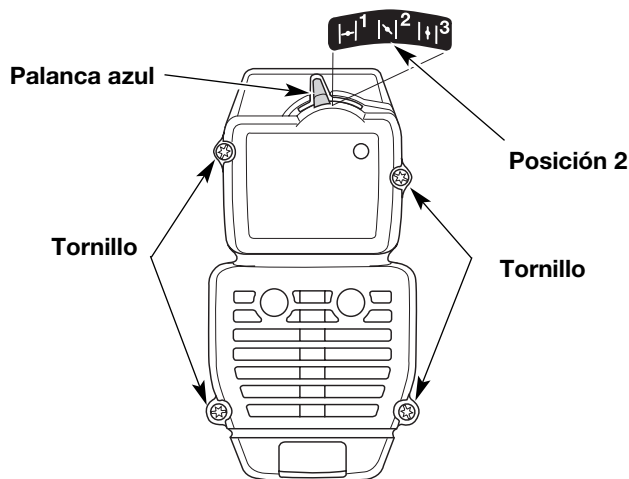

Fig. 13
**NOTA:** La palanca azul debe estar en Posición 2 (Fig. 13) para sacar la cubierta del silenciador / filtro de aire.
2. Saque los cuatro (4) tornillos que sostienen la cubierta del silenciador / filtro de aire (Fig. 13). Use un destornillador de broca Torx N° T20.
**NOTA:** La palanca azul debe estar en Posición 2 (Fig. 13) para instalar la cubierta del silenciador / filtro de aire.
2. Inserte los cuatro (4) tornillos en los orificios de la cubierta del silenciador / filtro de aire y ajústelos. **No los ajuste demasiado.**